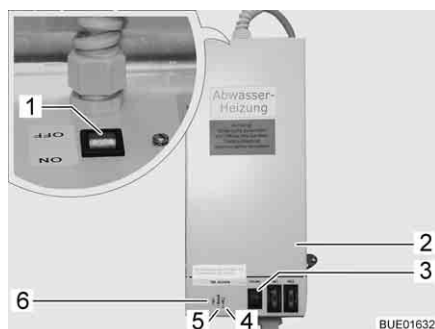

Bild 217 Transformator med regulator
Transformatorn 230 V AC/12 V DC (Bild 217,2) är beroende på modell monterad i klädskalet eller i den främre bänken på sittgruppen.
- Kontrolllampan (Bild 217,5) lyser grönt: Regulator aktiv.
- Kontrolllamporna (Bild 217,4 och 6) lyser rött: Avloppsledningarna värms upp.
I huset sitter en återfjädrande kontrollknapp (Bild 217,3) med vilken regulatorn kan tas i drift under en kort tid. Genom att trycka på den återfjädrande kontrollknappen låter sig uppvärmningen testas, även när omgivningstemperaturen ligger över 5 °C.
- Ställ brytaren (Bild 217,1) på transformatorn (Bild 217,2) på "ON".
- Ställ brytaren (Bild 217,1) på transformatorn (Bild 217,2) på "OFF".